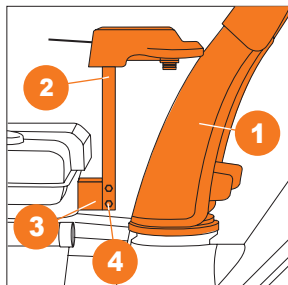

Рис. 13
- Установите желоб выброса **1** на отверстие выброса снега на корпусе снегоуборщика (Рис. 13).
- Закрепите поддерживающую штангу **2** к специальному кронштейну **3** на корпусе снегоуборщика с помощью двух болтов **4** (Рис. 13).